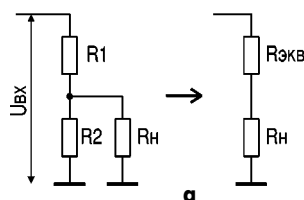

рис. 2
**Упражнение.** Для схемы, показанной на рис. 2,а, дано  $U_{вх} = 30$  В,  $R1 = R2 = 10$  кОм. Требуется определить
Мы убедились, что делитель напряжения, на который подается некоторое постоянное напряжение, эквивалентен некоторому источнику напряжения с последовательно подключенным к нему резистором, например, делитель напряжения 10 кОм–10 кОм, на который подается напряжение от идеальной батарейки напряжением 30 В, в точности эквивалентен идеальной батарейке напряжением 15 В с последовательно подключенным резистором сопротивлением 5 кОм (рис. 2,б).